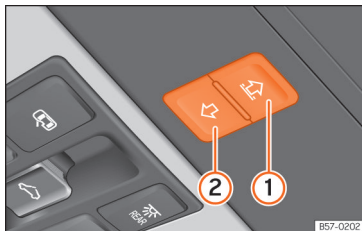

Abb. 149 In der Dachinnenverkleidung: Tasten des Sonnenschutzrollos.
Die Tasten »» **Abb. 149** **1** und **2** haben zwei Stufen. In der ersten Stufe kann das Sonnenrollo ganz oder teilweise geöffnet oder geschlossen werden.
- *Sonnenschutzrollo*: 5 Sekunden ab der Aktivierung des Einklemmschutzes verstreichen, drücken Sie die Taste »» Abb. 149 (2) bis sich das Rollo vollständig schließt.